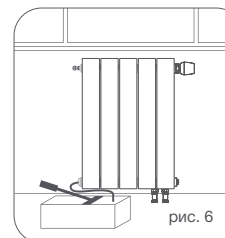

рис. 6
- 8.5. По завершению монтажных работ выполнить испытания систем отопления в соответствии с требованиями СП 73.13330.2016 «Внутренние санитарно-технические системы зданий». Гидростатическое испытание водяных систем и приборов отопления должно проводиться под давлением, в 1,5 раза превышающем рабочее давление (пример рис. 6). Если рабочее давление более 10 бар (1,0 МПа), испытание проводить без вентильной вставки. По факту проведения испытаний составляется акт ввода системы и приборов в эксплуатацию в установленной форме.